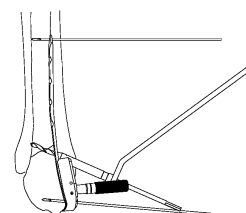

図6
- 6) リダクションホールに2.5 ドリルガイドをあてがい、イメージインテンシファイヤー (X線透視) で確認しながら、2.5 ドリルにてドリル先端が対側皮質から2mm程突出するまでドリリングします。(図6)